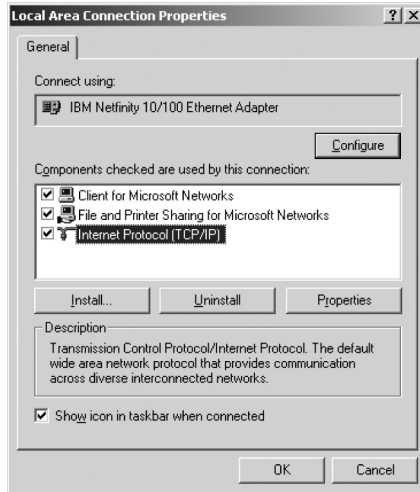

Рис. 7. Окно свойств подключения по локальной сети
5. Выберите *Internet Protocol (TCP/IP)* [*Протокол Интернета (TCP/IP)*] и щелкните по кнопке *Properties* (*Свойства*), см. рис. 7: